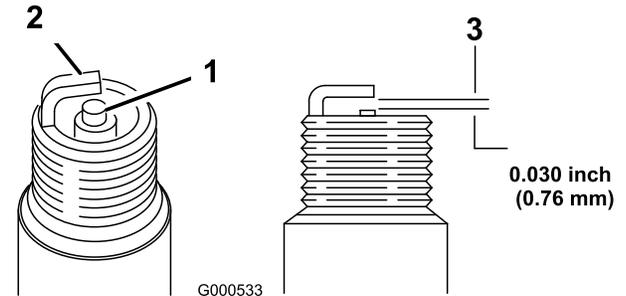

Figura 42
5. Fije el hueco entre los electrodos en 0,76 mm (0,030 pulg.) (Figura 42).